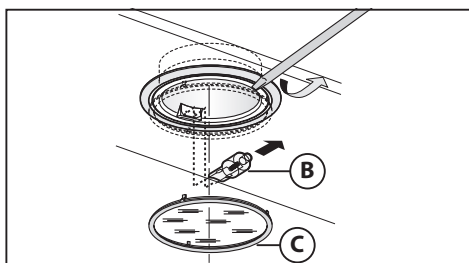

Fig.13
• Sostituzione delle lampade alogene (Fig.13):